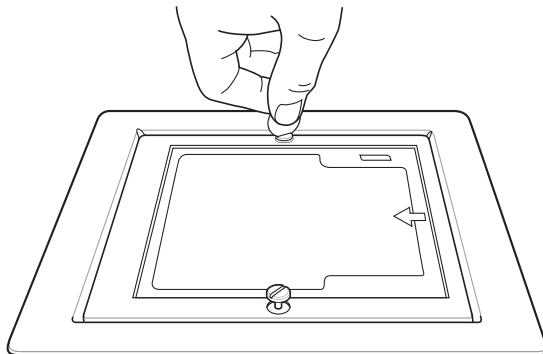

図 3-1 前面パネルのネジを緩めて外す
1. スキャナの前面にある大型ネジの頭に硬貨を差し込み、反時計方向に回します (図 3-1)。